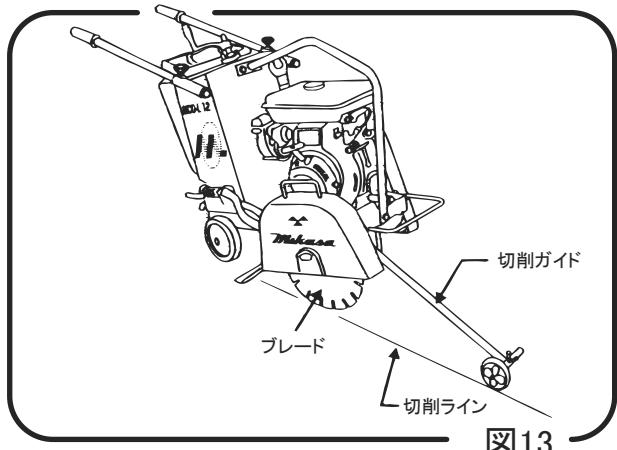

図13
- 1 切削ゲージを切削面に合わせます。線合せの際、機体を起こして行うと簡単にできます。(図13)